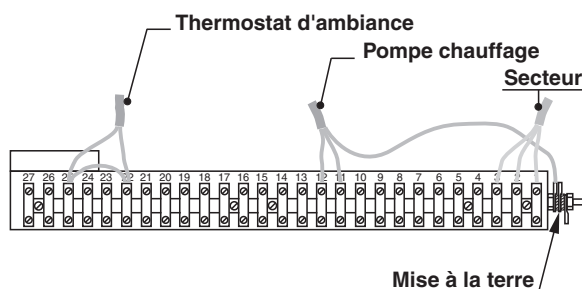

fig. 14
- 4) Exécuter les branchements électriques comme indiqué en fig. 14. Pour la connexion correcte des phases voir le schéma électrique à page 12.